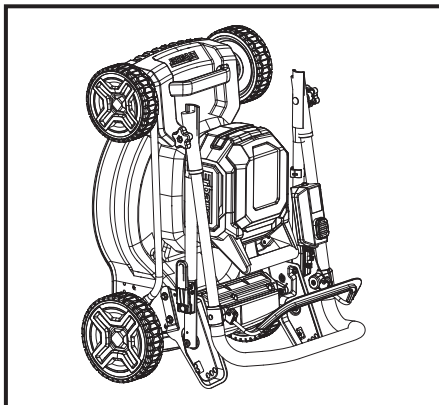

Fig. 20
1. Éteindre le produit et retirer la batterie (23) avant le remisage.
3. Il est conseillé de plier le guidon et de ranger le produit à la verticale pour gagner de la place (Fig. 20).